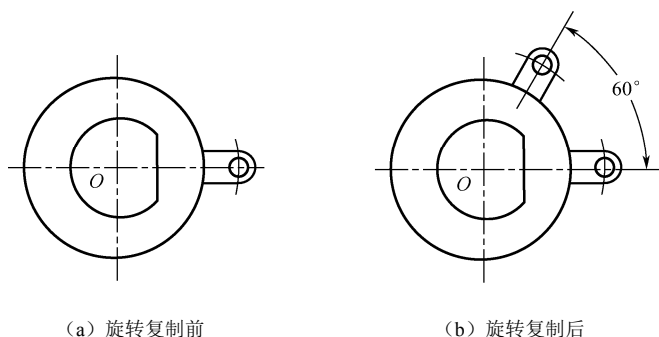

图 3-58 旋转并复制对象
(2) 旋转并复制对象。使用“旋转”命令，在出现的菜单中选择“复制(C)”选项，在旋转对象的同时还能保留源对象。
**例 3-5** 将如图 3-58 (a) 所示的耳板旋转复制至如图 3-58 (b) 所示的位置。